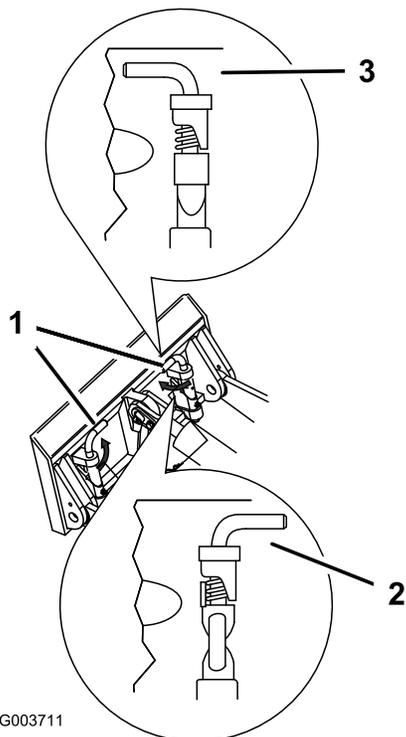

Рисунок 21
7. Закрепите быстроустанавливаемые штифты, убедившись, что они полностью вошли в монтажную пластину (Рисунок 21).